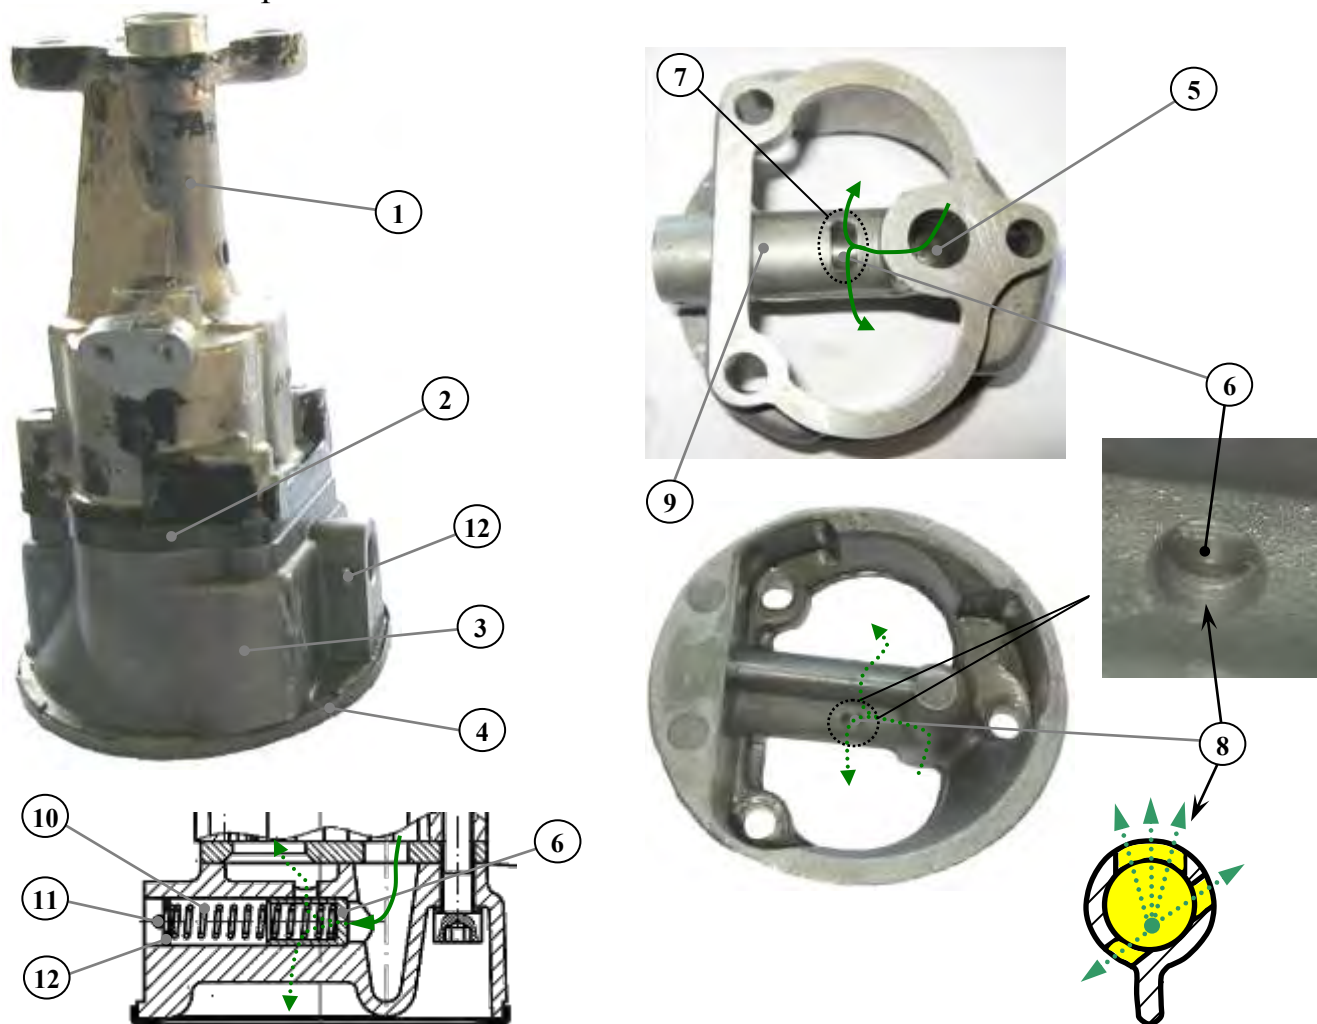

Рис.34. Масляный насос:
**Масляный насос** (рис.34) – шестеренного типа, установлен внутри масляного картера и крепится к блоку цилиндров двумя болтами и держателем масляного насоса. Высота шестерен 40 мм.